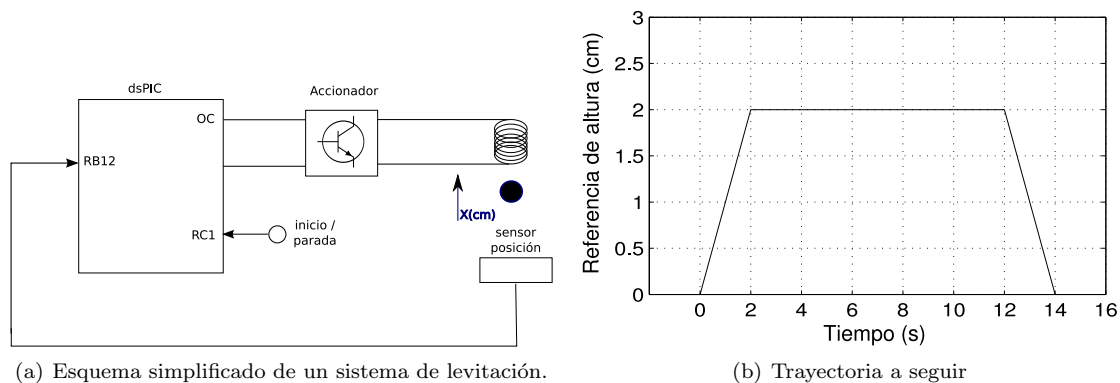

Figura 1: Esquema del sistema de levitación y conexión con el dsPIC.
Se pretende controlar la posición vertical de una bola utilizando un sistema de levitación magnético mediante el ajuste de la corriente que circula por la bobina, tal y como se muestra en la figura 1(a).
2. Programar el conversor AD para tomar datos del sensor de posición mostrado en la figura 1(a) con una frecuencia de muestreo de 750Hz. El sensor tiene una relación $0V \rightarrow 0cm, 5V \rightarrow 3cm$. **Evitar cualquier tipo de espera ocupada**. Suponer el sensor conectado a la **línea 12 del puerto B**. Guardar en un vector llamado **altura** los últimos 16 datos de dicha medida (en cm). Suponer disponibles las funciones:
6. Como demostración del sistema se pretende realizar un movimiento de despegue suave, levitación sostenida y aterrizaje controlado de la bola, según la figura 1(b). Generar en **tiempo real**, la señal de referencia mostrada en la figura 1(b). Indicar para ello el código que sería necesario añadir a la rutina de interrupción del AD.